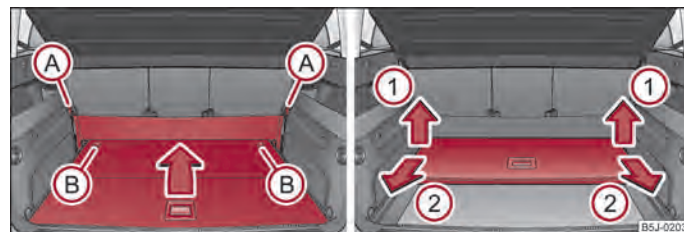

Fig. 49 Portbagajul: Plierea/Extragerea suprafeței de încărcare variabile
- Desprindeți curelușele (A) ⇒ fig. 49 peretelui despărțitor elastic, din punctele de fixare.
- Prin rotirea bolțului de siguranță (B) cca. 180° spre stânga, deblocați podeaua variabilă ⇒ fig. 49.
- Ridicați podeaua variabilă în sensul indicat de săgeata ① ⇒ fig. 49 și scoateți-o trăgând în sensul indicat de săgeata ② ⇒ fig. 49.